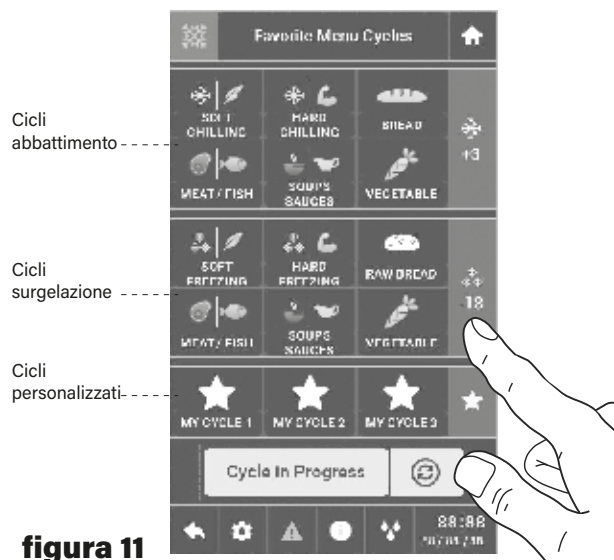

figura 11
1) Versione FULL MODE 72 cicli (figura 11)
La schermata home (figura 11) visualizza i cicli che maggiormente si utilizzano, sarà il cliente a decidere i propri cicli da visualizzare in questa pagina in base alle proprie esigenze.